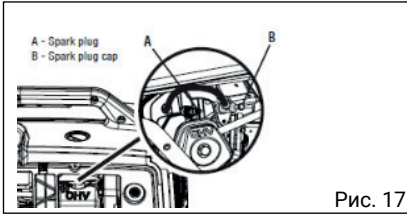

Рис. 17
2. Снимите колпачок свечи зажигания (рис. 17).